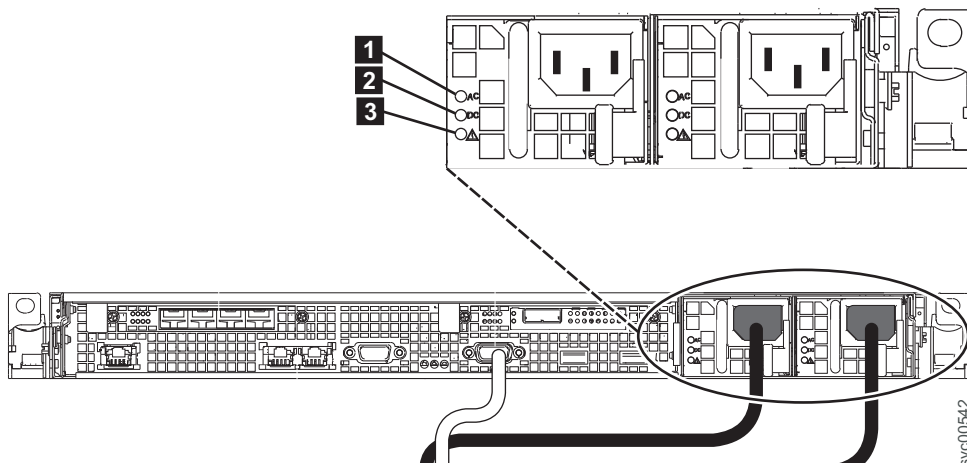

Figura 205. LEDs de CA, CD e de erro de energia do SAN Volume Controller 2145-CG8 ou 2145-CF8
5. À esquerda do conector de cabo de energia em cada fonte de alimentação, verifique se o LED de energia AC (**1**) e o LED de energia DC (**2**) estão acesos, conforme mostrado em Figura 205 na página 257.